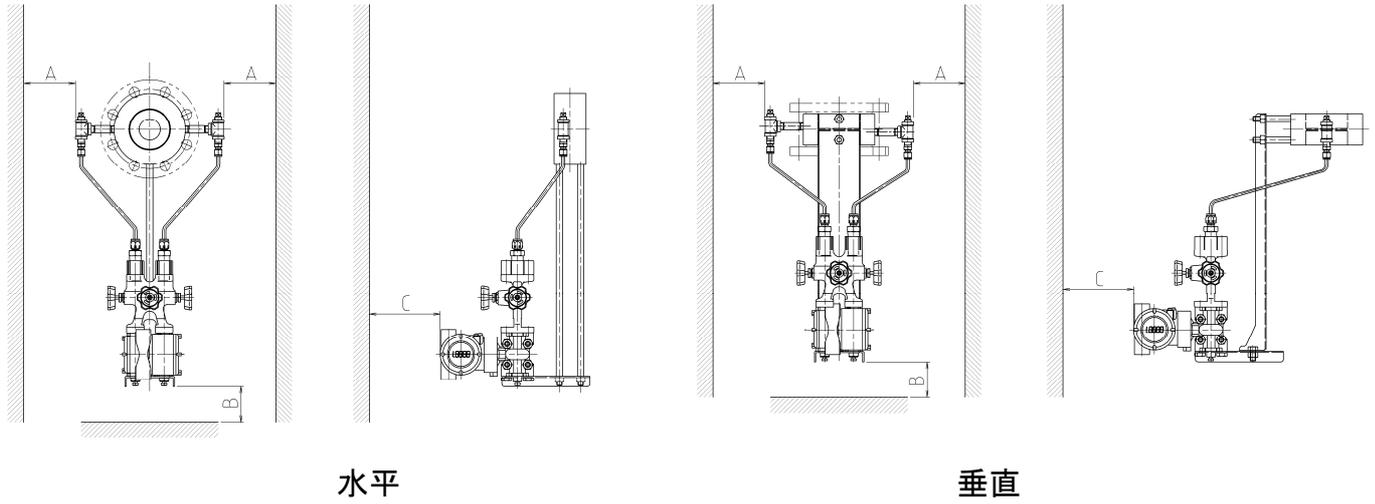

図2
- (7) 製品の取付けに際しては、保守・点検・修理のための十分なスペースを確保してください。スペースは、欄外の図2をご参照ください。